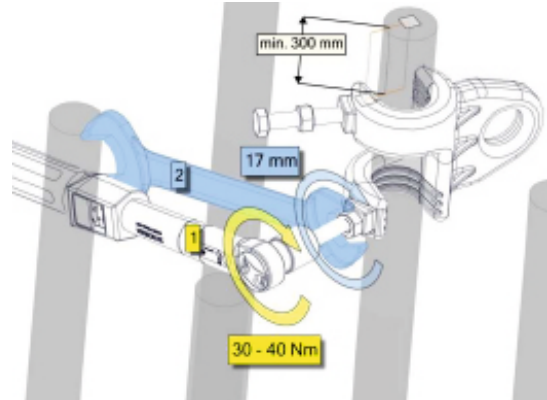

Figura 6. Installazione del punto di ancoraggio sul tondino
Tenendo fermo il punto di ancoraggio AT187, ruotare entrambi i bulloni di fissaggio, come mostrato nella Figura 6, mediante una chiave dinamometrica (1) con una coppia di 30-40 Nm. Successivamente bloccare con un controdado, serrandolo con una chiave fissa da 17 mm (2).